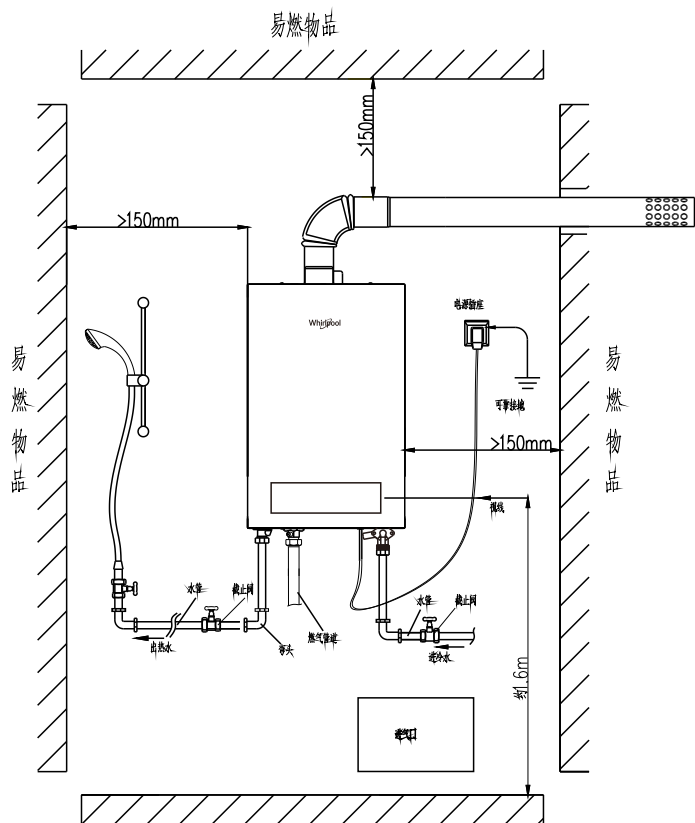

图2
- 热水器与可燃物品应保持不小于150mm的距离（如图2所示距离），易燃、易爆、及产生腐蚀气体的物品需远离热水器，例如汽油、柴油、酒精等。
■ 必须使用本热水器所配用的专用烟道，安装方法见图2所示。如烟道较短可根据需要适当加长。